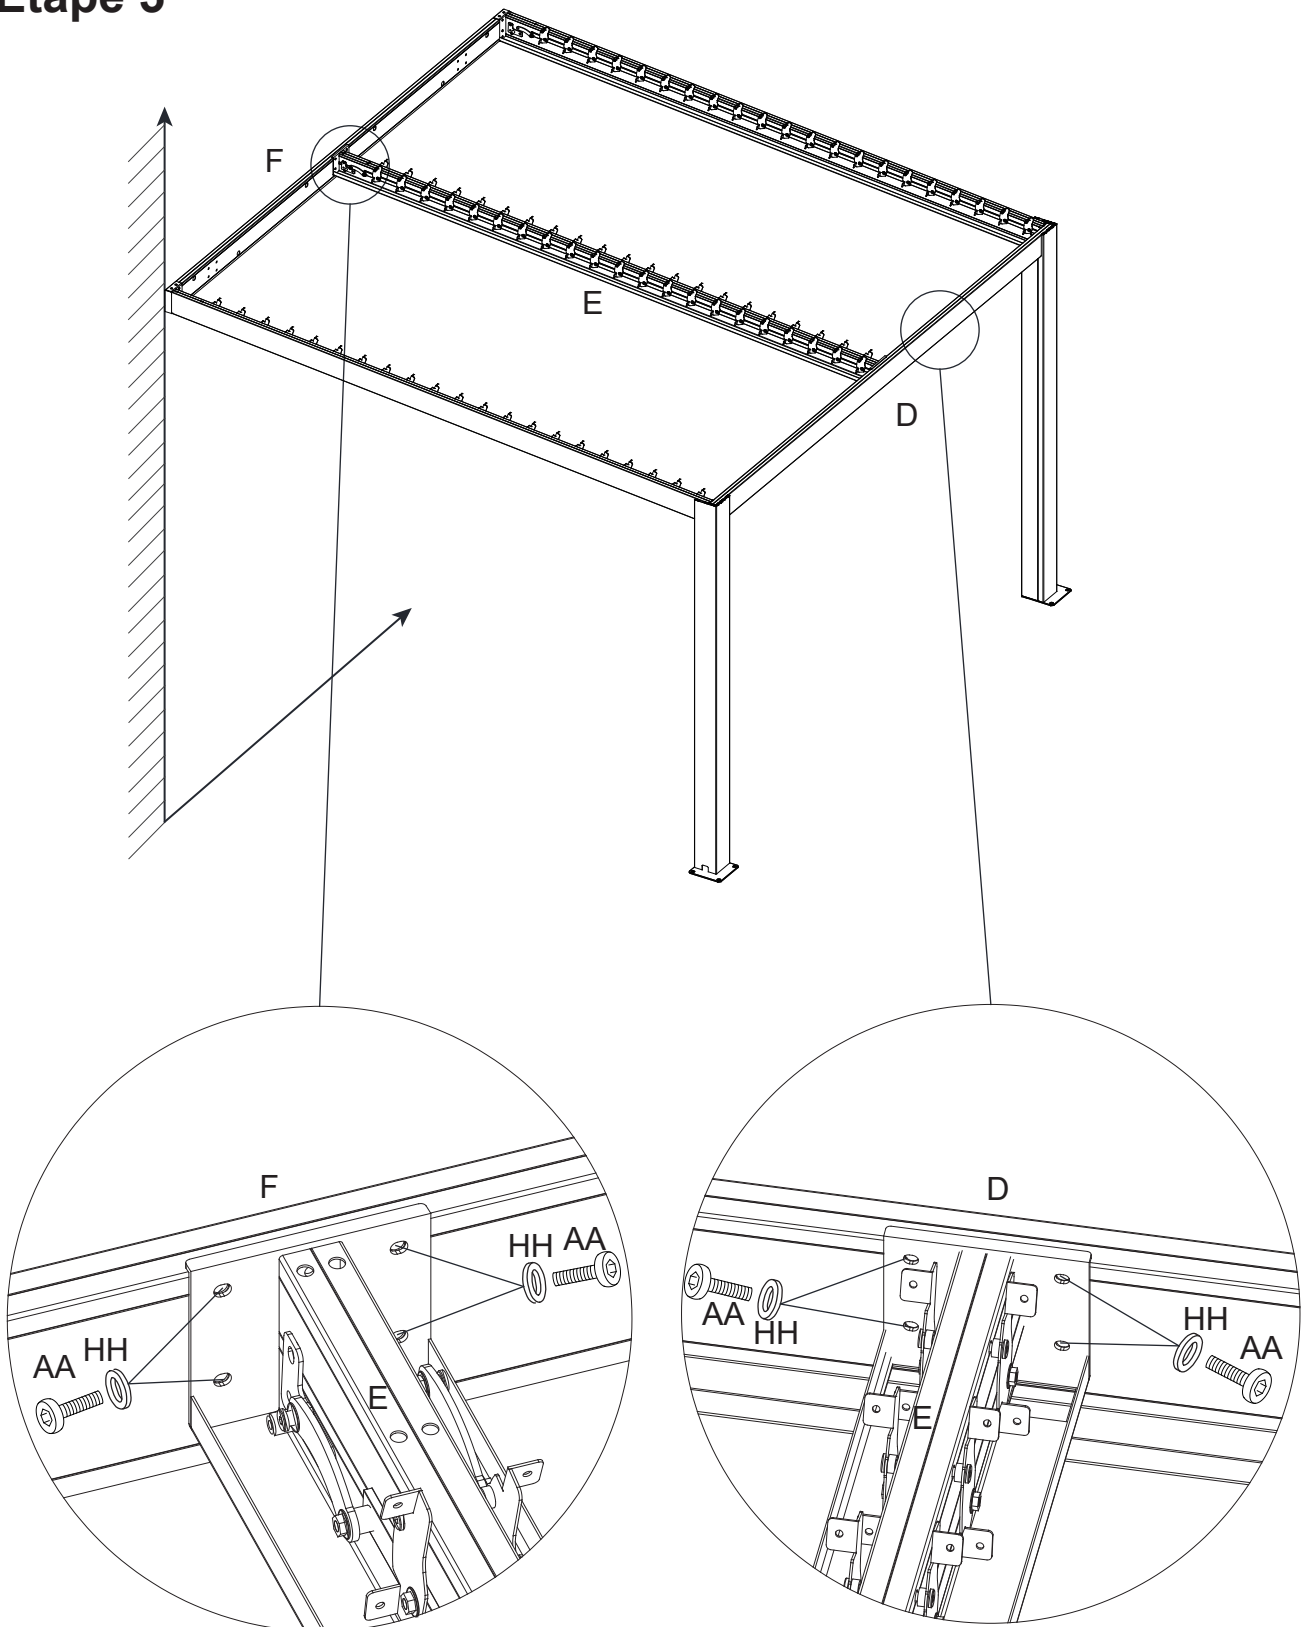

Figure 5
Figure 5. Connectez une extrémité de la traverse centrale (E) à la traverse avant (D) et connectez l'autre extrémité à la traverse arrière (F) en les fixant ensemble à l'aide des boulons (AA) et des rondelles (HH).